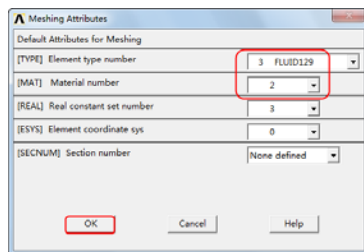

图 11-37 Meshing Attributes 对话框
③依次选择 Main Menu→Preprocessor→Meshing→Mesh Attributes→Default Attribs，会弹出“Meshing Attributes”对话框，如图 11-37 所示，在“TYPE Element type number”选择列表中选择“3 FLUID129”，在“MAT Material number”选择列表中选择“2”，在“REAL Real constant set number”选择列表中选择“3”，其余采用默认设置，单击“OK”按钮关闭该对话框。